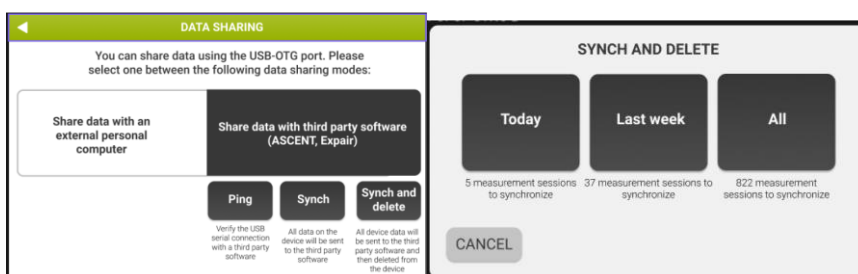

Figure 21 – Sélection de la synchronisation
6. Sélectionnez *Sync and delete* (Synchroniser et supprimer) pour synchroniser et supprimer les données de la base de données interne. La Synchronisation peut être effectuée sur les mesures de la journée en cours, de la semaine précédente ou de toutes les données. Une fois la synchronisation des données terminée, les données présentes sur l'appareil seront supprimées (Figure 21).